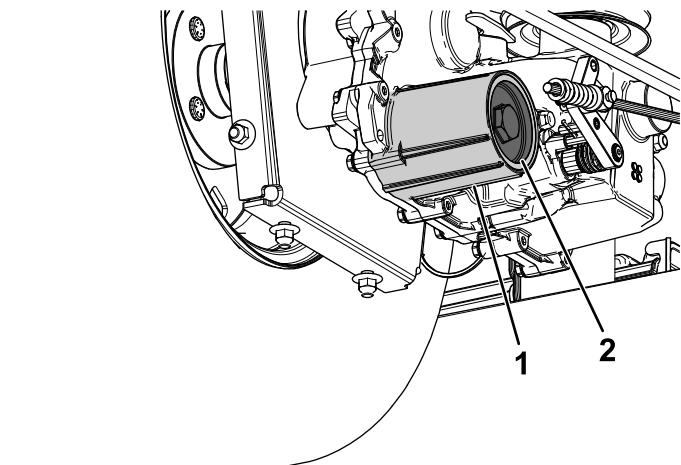

Bild 69
- Entfernen Sie den Deckel des Hydraulikölfilters am Getriebe, um das Hydrauliköl abzulassen (Bild 69).